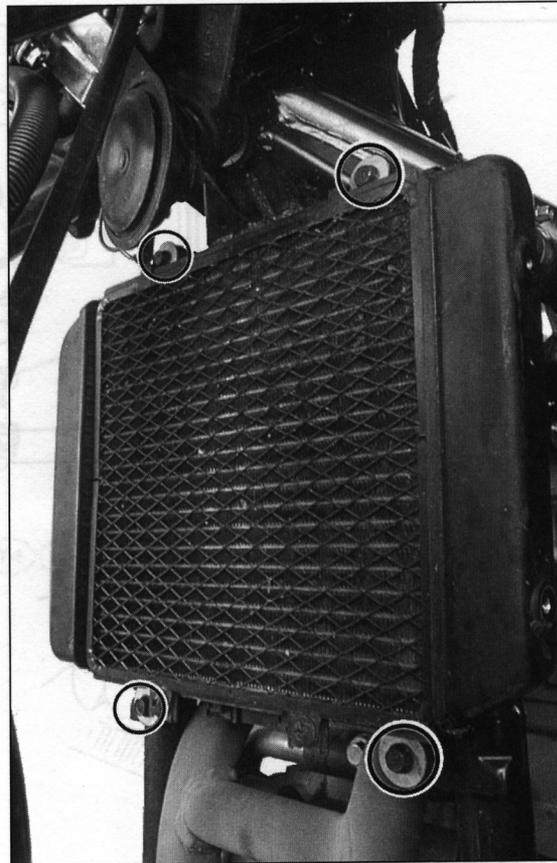

Bild 143
- Steckverbindung des Lüfters ① Bild 143 trennen.